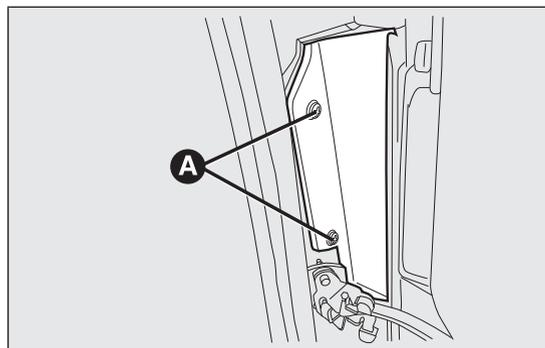
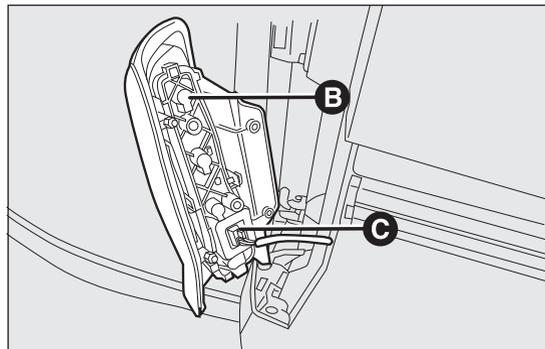

fig. 140
fig. 141
- aflojar los tornillos A fig. 140 para acceder al grupo óptico B fig. 141;
- extraer el conector C fig. 141.